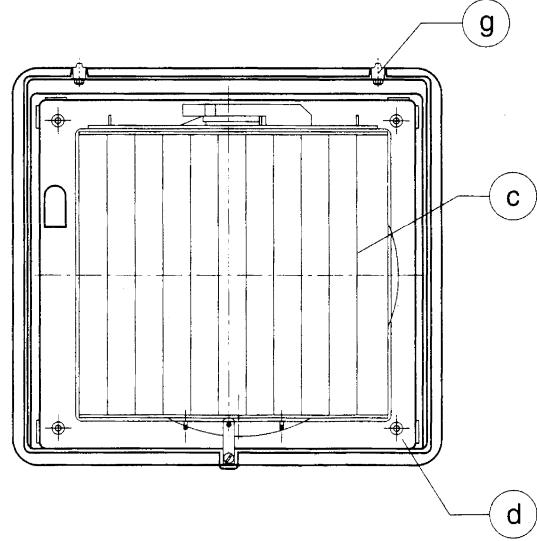

Fig. 4
- Fig.4- Retirer la platine (e) après avoir dévisser les 4 entretoises métalliques (f)
- Fig.4- Placer la platine (e) et la fixer avec les quatre entretoises métalliques (f). Raccorder les câbles électriques à la boîte à bornes (h) en suivant les instructions données au chapitre "**Raccordement électrique**".